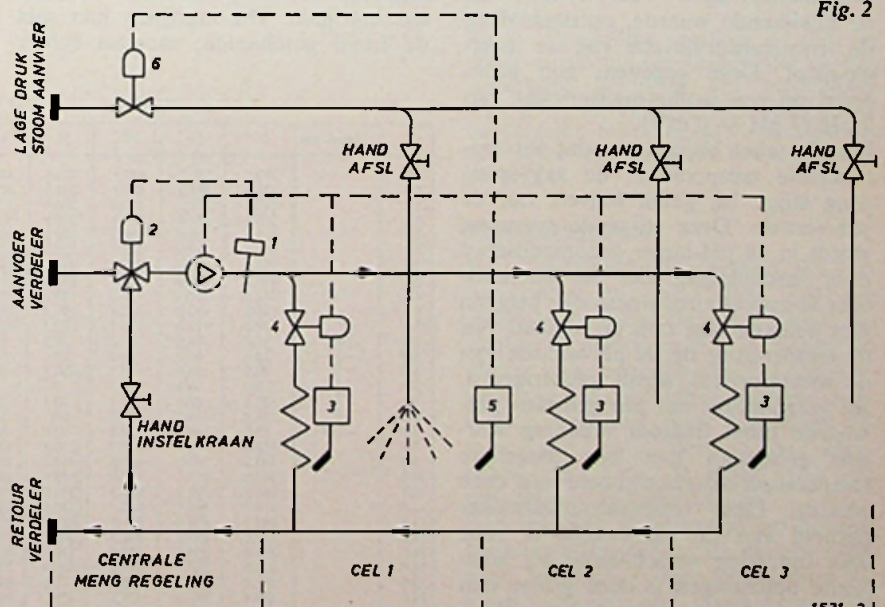

Fig. 2
In fig. 2 is een schakeling aangegeven voor een championkwekerij. Dit schimmelproces vraagt niet alleen een constante temperatuur, maar ook toevoeging van waterdamp. Om dit te bereiken wordt het ketelwater gevoerd door een mengventiel (2), dat proportioneel wordt geregeld door een waterthermostaat (1).